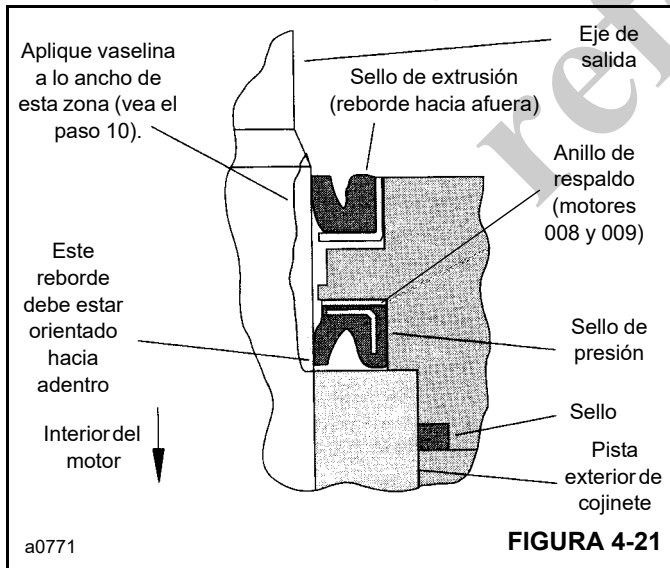

FIGURA 4-21
10. Antes de instalar el conjunto de brida y sello sobre el eje (9) (Figura 4-12), coloque un manguito o bala protectora sobre el eje. Luego lubrique el espacio entre el sello de exclusión (2) y el sello de presión (5), así como los rebordes de ambos sellos (Figura 4-21).